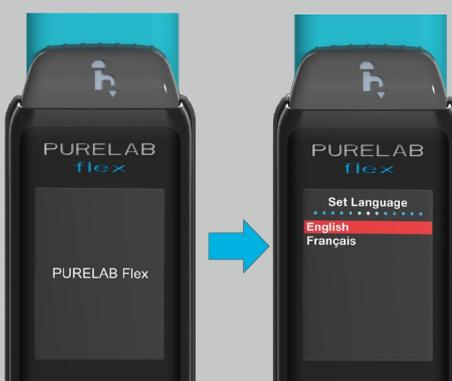

Fig. 4
- 3) Accendere l'alimentatore, lo schermo visualizza la schermata "Impostare lingua" (fig. 4)